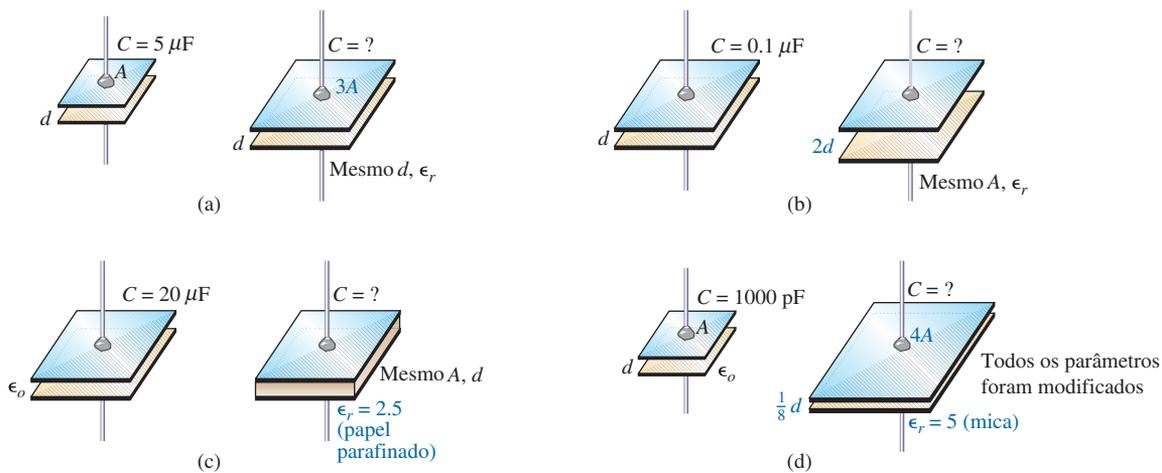

Figura 10.9 Exemplo 10.2.
Na Figura 10.9, se cada capacitor de ar na coluna esquerda é modificado para o tipo que aparece na coluna da direita, calcule o novo nível de capacitância. Os outros fatores permanecem os mesmos, apesar de cada mudança.
a) Na Figura 10.9(a), a área aumentou por um fator de três, proporcionando mais espaço para o armazenamento da carga em cada placa. Tendo em vista que a área aparece no numerador da equação de capacitância, a capacitância aumenta por um fator de três. Isto é,
b) Na Figura 10.9(b), a área permaneceu a mesma, mas a distância entre as placas foi aumentada por um fator de dois. O aumento da distância reduz o nível de capacitância, de maneira que a capacitância resultante é metade do que ela era antes. Isto é,
c) Na Figura 10.9(c), a área e a distância entre as placas foram mantidas, mas um dielétrico de papel parafinado (encerado) foi adicionado entre as placas. Tendo em vista que a permissividade aparece no numerador da equação de capacitância, a capacitância aumenta por um fator determinado pela permissividade relativa. Isto é,
d) Na Figura 10.9(d), uma série de mudanças está acontecendo ao mesmo tempo. Entretanto, solucionar o problema é simplesmente uma questão de determinar se a mudança aumenta ou diminui a capacitância e, então, colocar o fator multiplicador no numerador ou no denominador da equação. O aumento da área por um fator de quatro produz um multiplicador de quatro no numerador, como mostra a equação a seguir. Reduzir a distância por um fator de 1/8 aumentará a capacitância por seu inverso, ou por um fator de oito. Inserir o dielétrico de mica aumenta a capacitância por um fator de cinco. O resultado é: